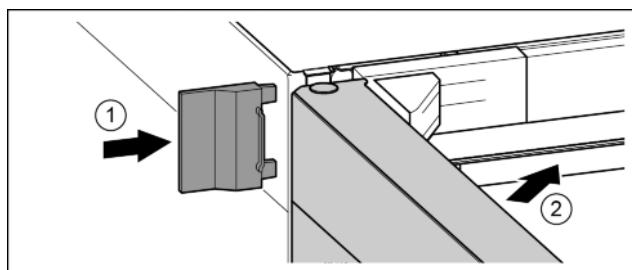

Fig. 24
- Надвинуть внешнюю крышку. Fig. 24 (1)
- Закройте верхнюю дверь. Fig. 24 (2)